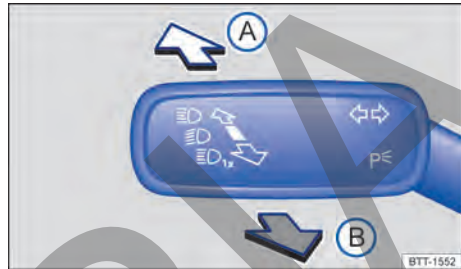

Fig. 110 En el lado izquierdo de la columna de dirección: palanca de los intermitentes y de la luz de carretera.
- Mueva la palanca de los intermitentes y de la luz de carretera desde la posición central a la posición deseada → fig. 110: